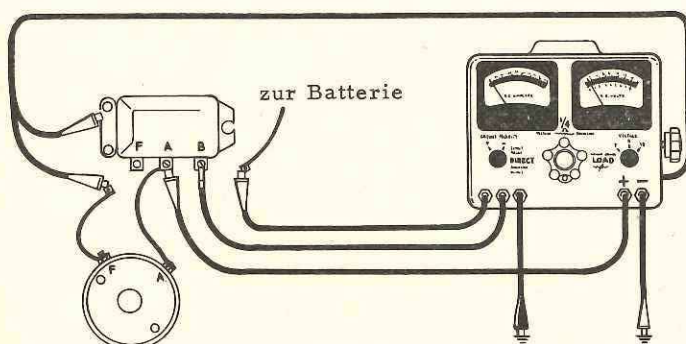
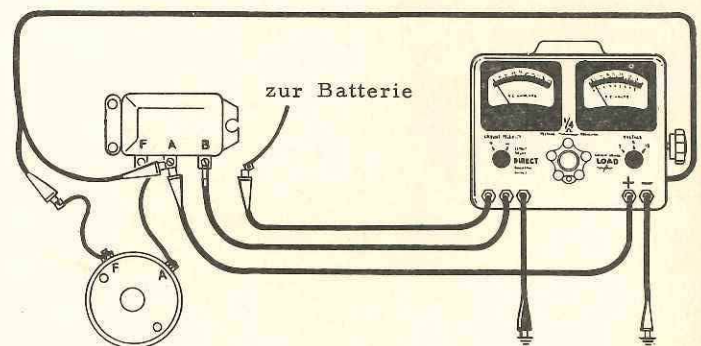

Bild 137 Schaltung der SUN-VAT-Taster bei masseseitiger Regelung (Feld extern an Masse)
Bild 138 Schaltung der SUN-VAT-Taster bei Regelung an der isolierten Seite des Erregfeldes (Feld intern an Masse)
Abb. 137 zeigt den Kabelanschluß für a) «Feld extern an Masse», Abb. 138 für b) «Feld intern an Masse». Da das Schaltungsbeispiel für Batterie «Masse minus» angegeben ist, kann man ebenso für a) «minuseitige Regelung und für b) «plusseitige Regelung» setzen.
Bei Lichtmaschine mit «minuseitiger Regelung» laut Abb. 137:
Bei Generatoren mit «plusseitiger Regelung» lt. Abb. 138:
- Klemmen Sie das zweiadrige Kabel des Feld-Regulierwiderstandes an die Feldklemme des Reglers und der Lichtmaschine, wie in Bild 137 bzw. 138 gezeigt.